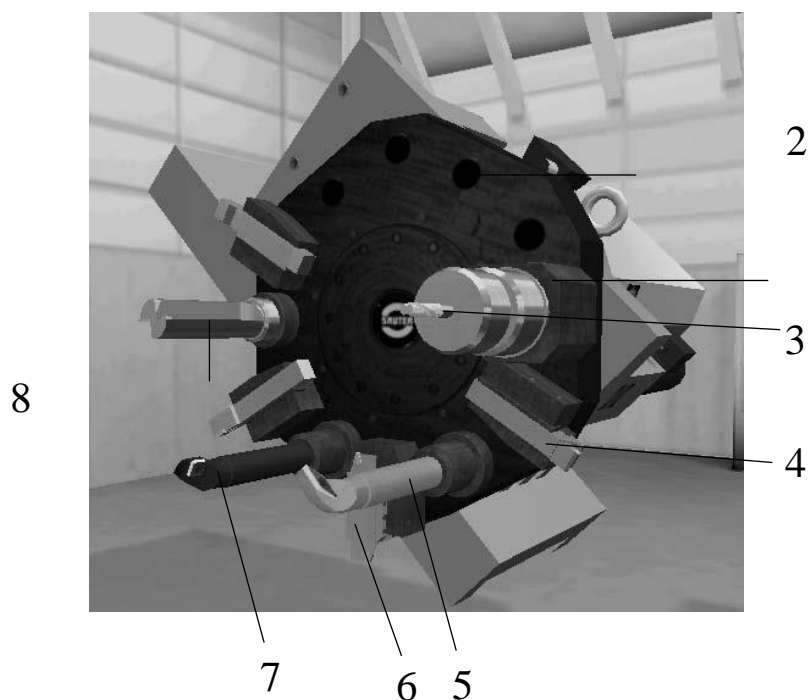

Рисунок 9 – Общий вид револьверной головки токарного станка с ЧПУ
- 9 Револьверная головка и режущий инструмент, применяемый на токарном станке (рисунок 9).